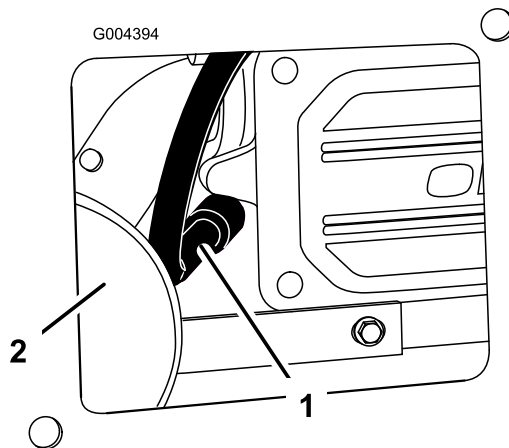

Bild 37
3. Ziehen Sie den Zündkerzenstecker ab (Bild 37). Reinigen Sie den Bereich um die Zündkerze, um zu verhindern, dass Schmutz in den Motor fallen und Schäden verursachen kann.
3. Drücken Sie den Stecker auf die Zündkerze (Bild 37).